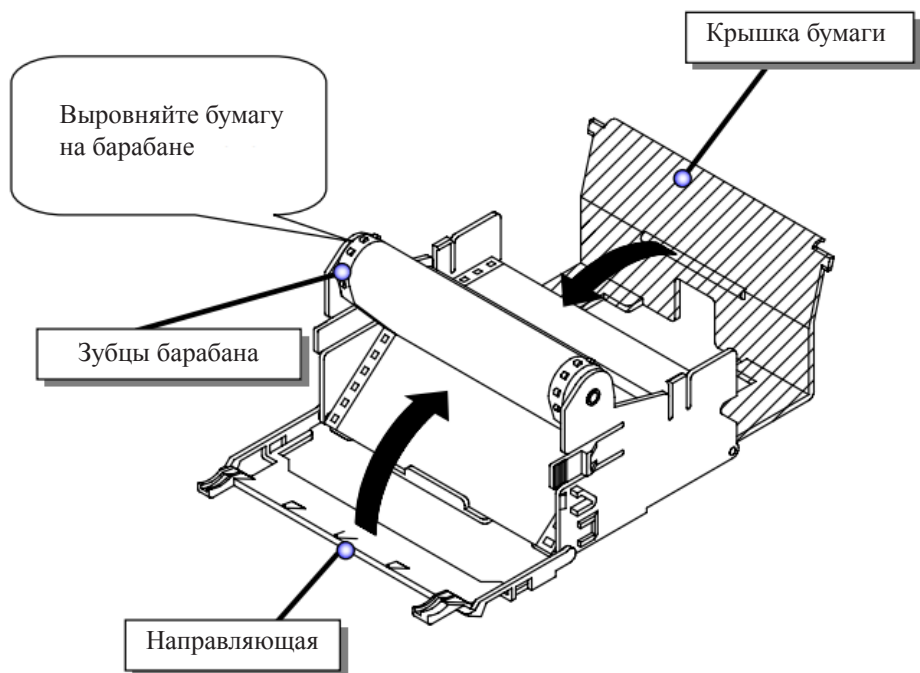

Рис. 5.8. Закройте направляющую и крышку бумаги
8. Закройте направляющую и крышку бумаги, как показано на рис. 5.8.